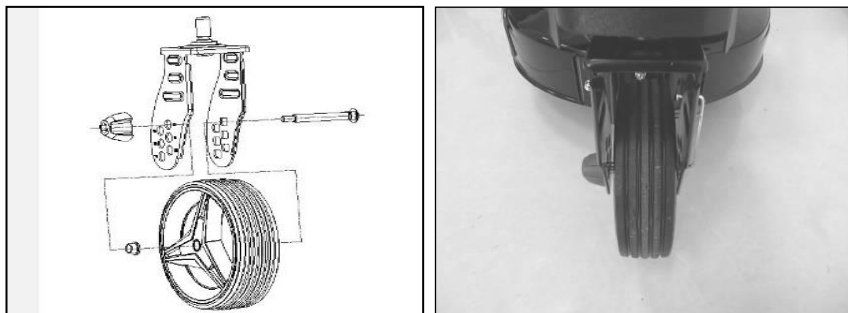

Fig.16D Fig.16E
3) Pour modifier la hauteur de la roue arrière, le réglage du bouton de réglage de la hauteur et le réglage en hauteur du boulon à la hauteur appropriée, et la roue avant assemblage comme représenté sur la Fig. 16D. roulette avant assemblé comme représenté sur la Fig. 16E